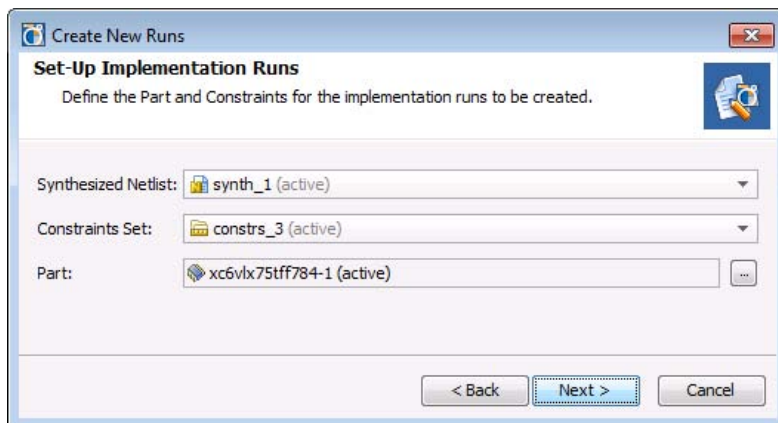

図 53 : インプリメンテーション用のネットリストの選択
6. [Synthesized Netlist] に synth_1、[Constraints Set] に constrs_3 が設定されていることを確認します (図 53)。